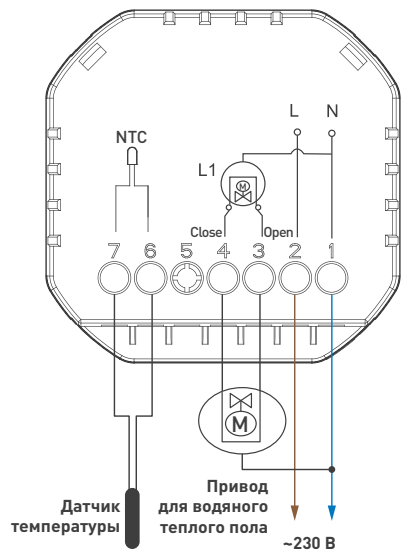

Рис. 3. Схема подключения терморегулятора
3.4. Подключите терморегулятор в соответствии со схемой на рис. 3.